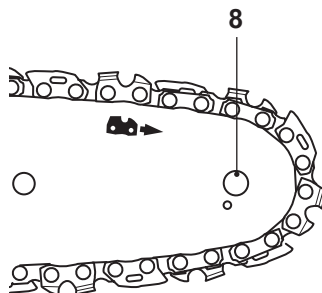

Fig. 6
- > La flèche indique le sens de rotation de la chaîne (Fig. 6). Vérifiez que la chaîne passe bien autour du pignon de renvoi [8] du guide-chaîne [7].